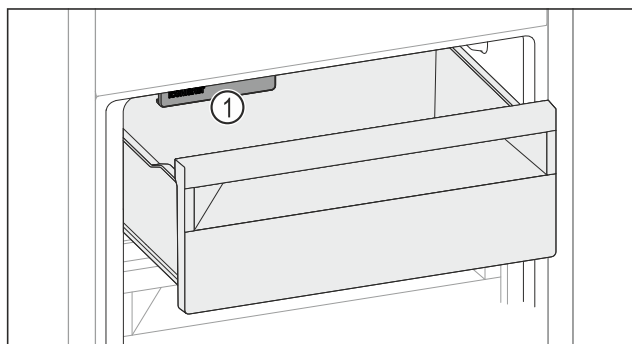

Fig. 223
- ▶ Vegye figyelembe az IceMaker-t Fig. 223 (1).